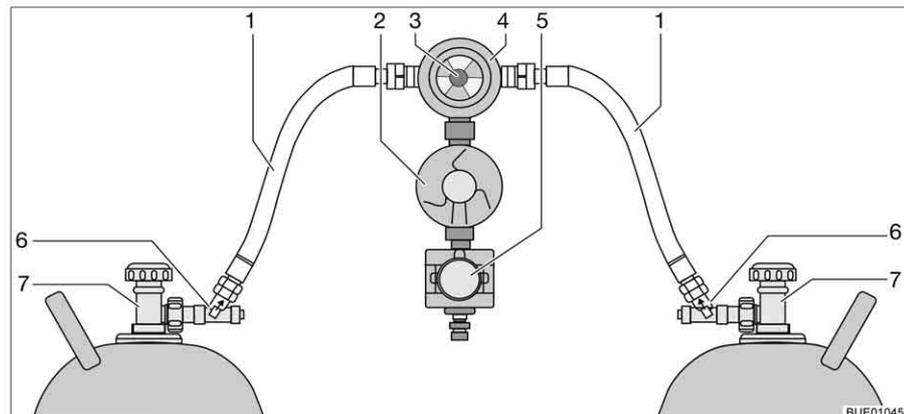

Fig. 125 Sistema de comutação Crash-Protection-Unit
A Crash-Protection-Unit é composta por dois limitadores de débito com dispositivo manual de destrava (Fig. 125,6), uma válvula de comutação (Fig. 125,4) com regulador de pressão (Fig. 125,2), uma válvula elétrica (Fig. 125,5) e uma unidade de comando com LED com três cores. A válvula de comutação está montada entre ambos os tubos do gás (Fig. 125,1).
Com o botão giratório (Fig. 125,3) na válvula de comutação pode determinar-se qual das garrafas de gás é usada como garrafa de serviço e qual é usada como garrafa de reserva.
Na unidade de comando (Fig. 126) só podem ser ligadas as funções elétricas. As válvulas principais de interrupção das garrafas de gás (Fig. 125,7) e os dispositivos de destrava (Fig. 125,6) têm de ser abertos manualmente.
- Abra as válvulas principais de interrupção nas garrafas de gás (Fig. 125,7).
- Prima os dispositivos de destrava (Fig. 125,6) um após outro durante 10 segundos.
- Com o botão giratório (Fig. 125,3) na válvula de comutação (Fig. 125,4) escolha a garrafa de gás de onde deve ser gasto prioritariamente o gás (garrafa de serviço). Rode o botão giratório até ao encosto.
- Feche as válvulas principais de interrupção nas garrafas de gás (Fig. 125,7).